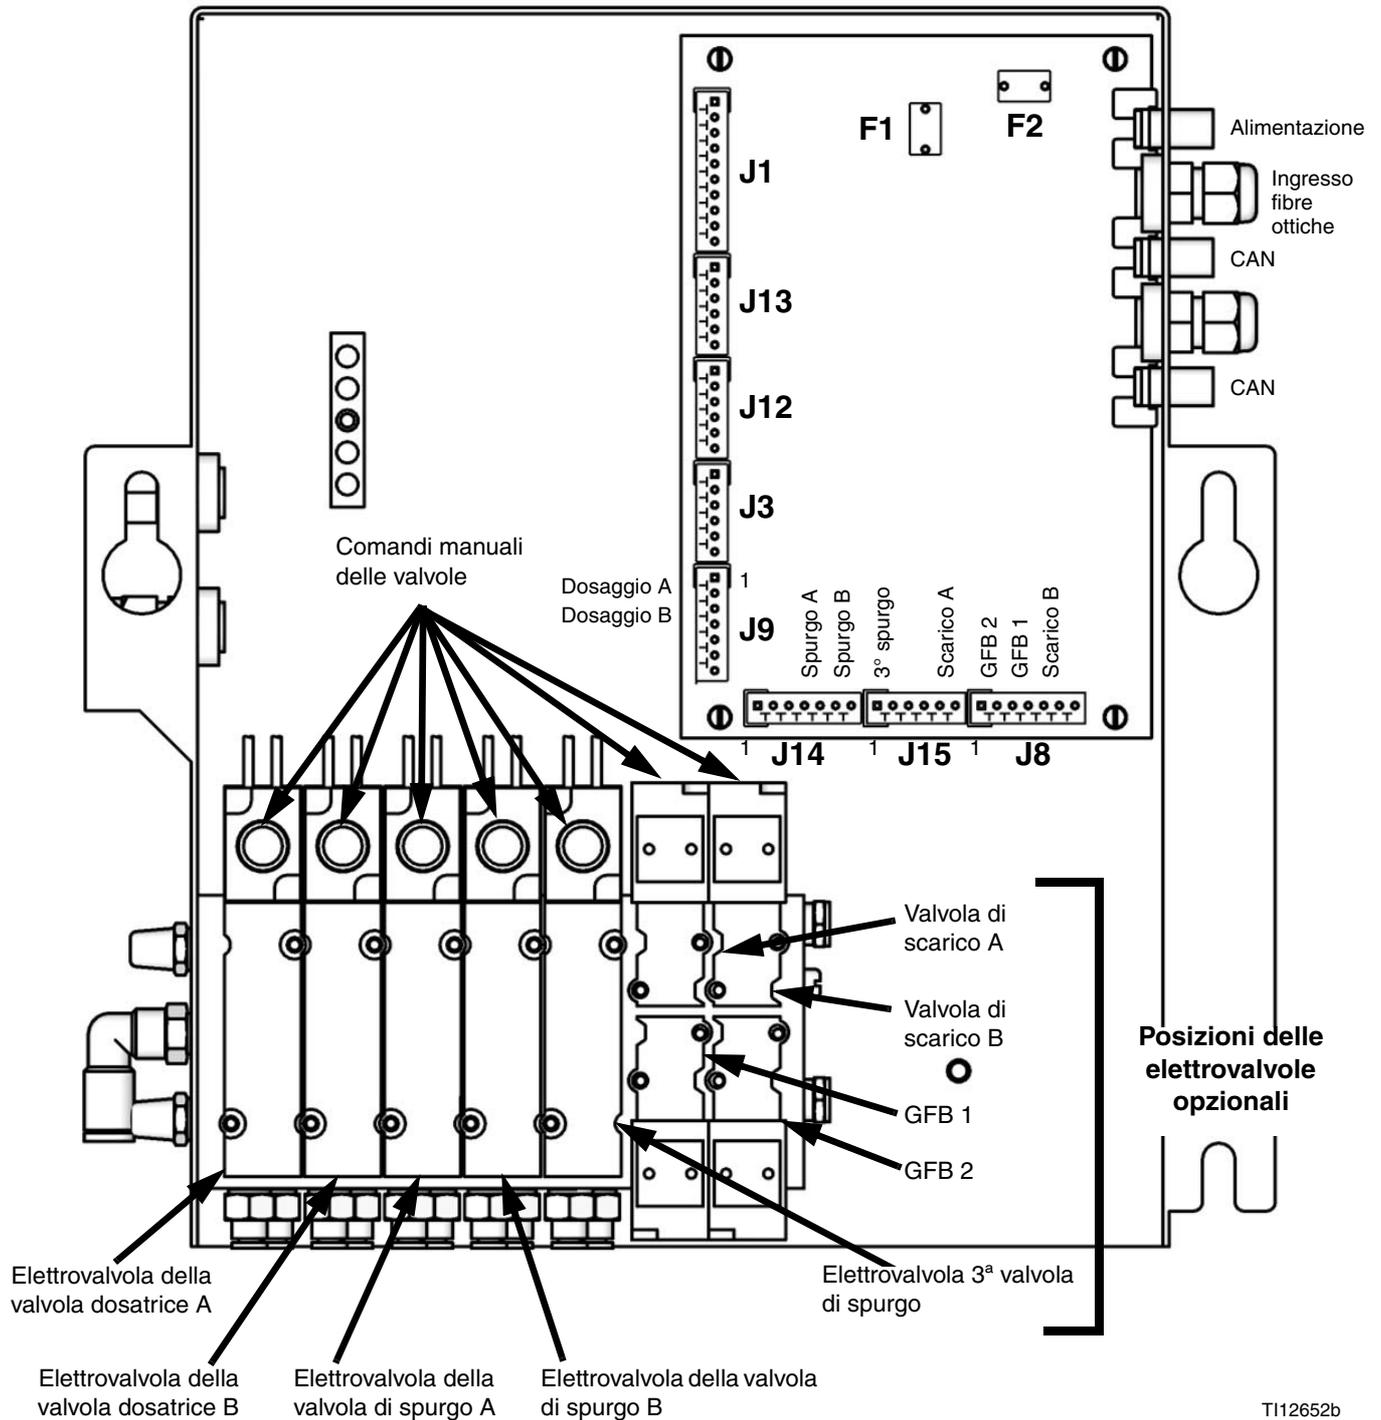

FIG. 4 Scheda ed elettrovalvole della stazione del fluido
2. Con la pistola attivata, premere il comando manuale sulle elettrovalvole delle valvole dosatrici A e B per scaricare la pressione. Vedere FIG. 4.
5. Con la pistola attivata, premere il comando manuale delle elettrovalvole delle valvole di spurgo A e B per scaricare la pressione dell'aria e del solvente. Vedere FIG. 4. Verificare che la pressione del solvente sia ridotta a 0.
3. Tenere premuto il comando manuale dell'elettrovalvola della valvola di scarico A, FIG. 4.
5. Tenere premuto il comando manuale elettrovalvola della valvola di scarico B, FIG. 4.
7. Tenere premuto il comando manuale dell'elettrovalvola della valvola di scarico A, FIG. 4.
9. Tenere premuto il comando manuale elettrovalvola della valvola di scarico B, FIG. 4.
3. Guasto dell'elettrovalvola.	<p>Attivare le valvole manualmente togliendo il coperchio del pannello del fluido e premendo e rilasciando i pulsanti di comando manuale delle elettrovalvole. FIG. 4</p> <p>Utilizzare le procedure diagnostiche della scheda di controllo per verificare i segnali. Se i segnali non si attivano correttamente, passare a Causa 4.</p> <p>Le valvole dovrebbero aprirsi di scatto e chiudersi rapidamente. Un'eventuale lentezza nell'attuazione delle valvole può essere causata da quanto segue.</p> <ul style="list-style-type: none"> <li>• Pressione dell'aria degli attuatori delle valvole troppo bassa. Vedere la Causa 1.</li> <li>• L'elettrovalvola è ostruita. Accertarsi che l'alimentazione dell'aria abbia un filtro di 5 micron installato.</li> <li>• Qualcosa ostruisce l'elettrovalvola o la tubazione. Controllare l'uscita dell'aria dalla linea per l'elettrovalvola corrispondente quando la valvola è azionata. Eliminare l'ostruzione.</li> <li>• Una delle valvole dosatrici è troppo serrata. Vedere il manuale d'uso del ProMix 2KS per le impostazioni.</li> <li>• La pressione del fluido è alta e quella dell'aria è bassa.</li> <li>• La guarnizione per fluido nella valvola è guasta. Consultare il manuale della valvola corrispondente per ottenere informazioni sulla riparazione.</li> </ul>